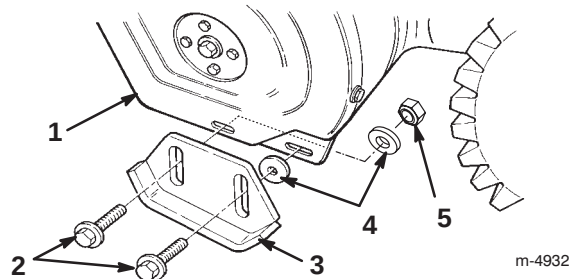

Bild 10
3. Entfernen Sie die beiden Bundbolzen und Flachscheiben, mit denen die Enden der Schürfleiste an den Seitenplatten befestigt sind (Bild 10).
5. Setzen Sie eine Scheibe **zwischen jeder Kufe und Seitenplatte** ein (Bild 10). Ziehen Sie die Bolzen nicht fest.
7. Setzen Sie eine Scheibe und eine Sicherungsmutter **hinter der Seitenplatte (an der Innenseite)** ein (Bild 10). Ziehen Sie die Bolzen nicht fest.